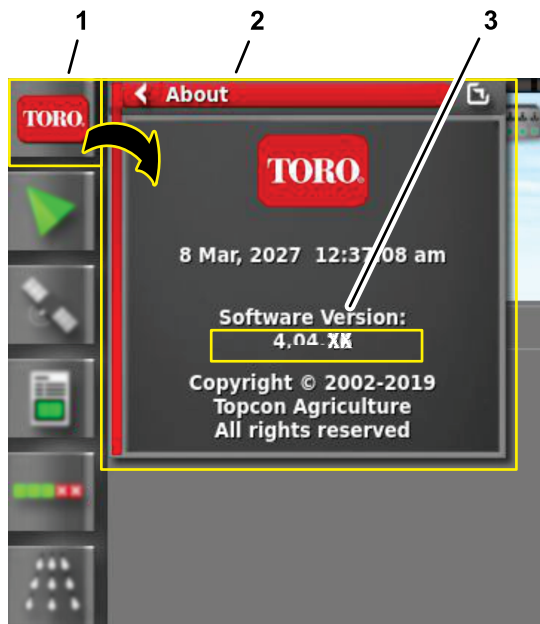

Bild 235
2. Tippen Sie auf das Symbol ÜBER (Toro) oben in der linken Ecke des Bildschirms (Bild 235).